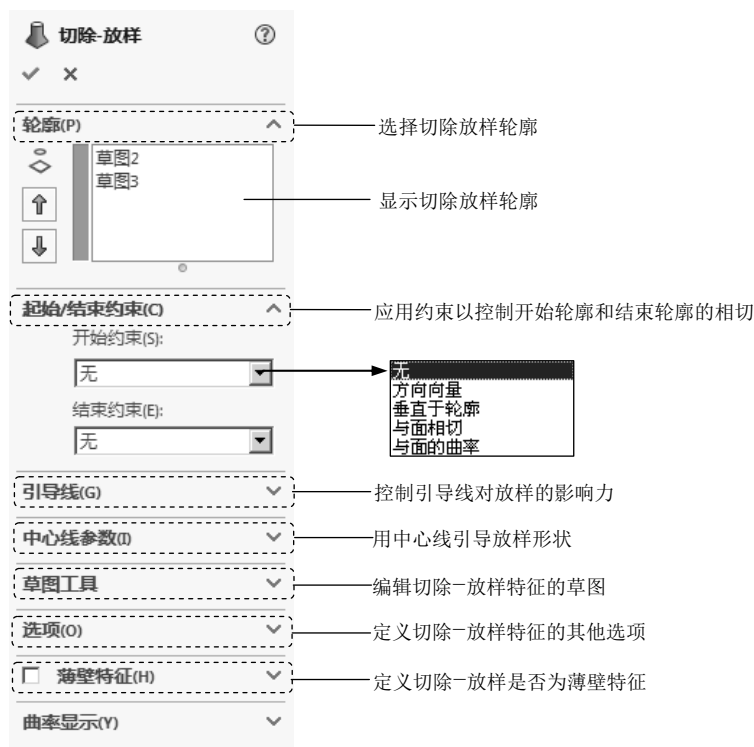

图 5.21.5 “切除-放样”对话框
Step2. 选择命令。选择下拉菜单 **插入(I)** → **切除(C)** → **放样(L)...** 命令 (或单击“特征(F)”工具栏中的  按钮), 系统弹出如图 5.21.5 所示的“切除-放样”对话框。